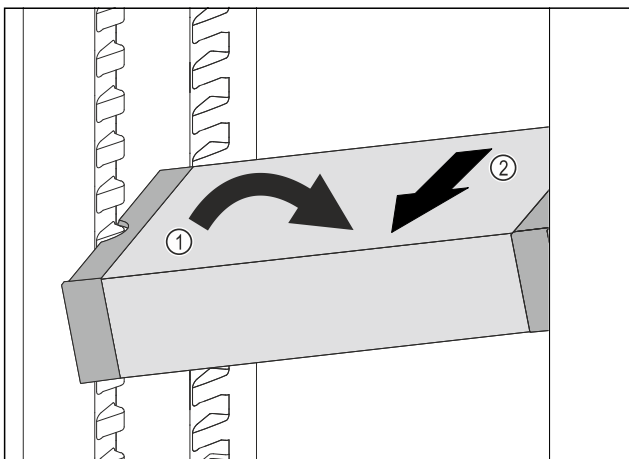

Fig. 46
- ▶ Расположите VarioSafe в холодильном отделении под наклоном. Fig. 46 (1)
- ▶ Извлеките VarioSafe движением вперед. Fig. 46 (2)